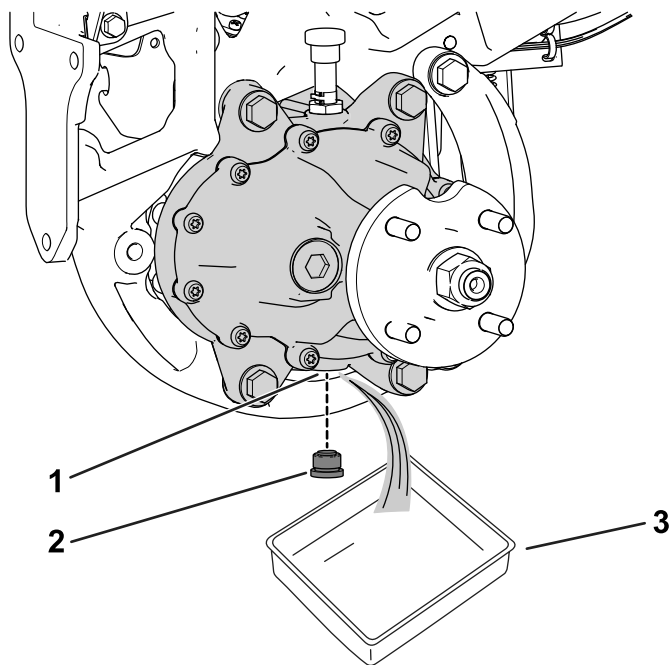

図 50
3. ホイールモータアセンブリ下にオイルを受ける容器を置く **図 50**。
4. ドレンポートからプラグを外す **図 50**。
6. ドレンポートにドレンプラグを取り付ける **図 50**。